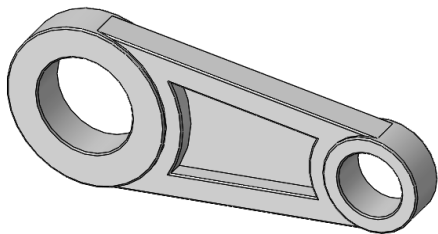

图 5-155 连杆零件
- (1) 连杆零件如图 5-155 所示，练习编辑连杆零件的颜色、外观和材料。